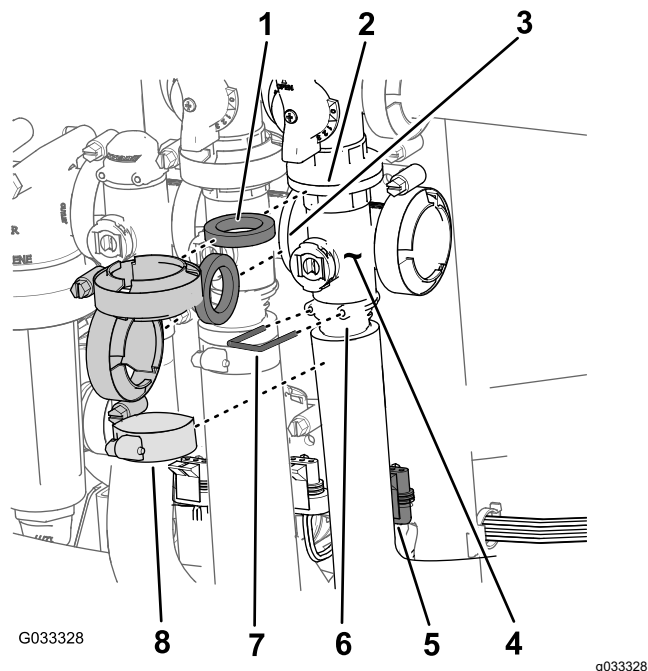

Figura 71
1. Retire las abrazaderas y las juntas que sujetan el distribuidor de la válvula maestra (Figura 71) a la válvula maestra de desvío de secciones, la válvula de agitación y la válvula maestra (en el extremo de la manguera del caudalímetro).
2. Retire la horquilla de retención que sujeta el conector de salida al distribuidor de la válvula maestra (Figura 71).